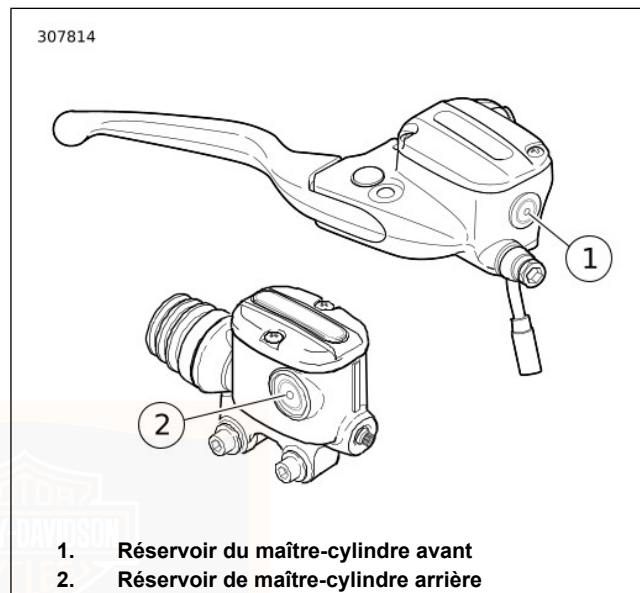

Figure 78. Repères minimums de la jauge à vitre
2. Voir Figure 78. Observer la jauge à vitre du réservoir. Le niveau de liquide doit être au moins au niveau du repère minimum sur le regard. Si le niveau du liquide est au-dessous du repère minimum, consulter un concessionnaire Harley-Davidson.